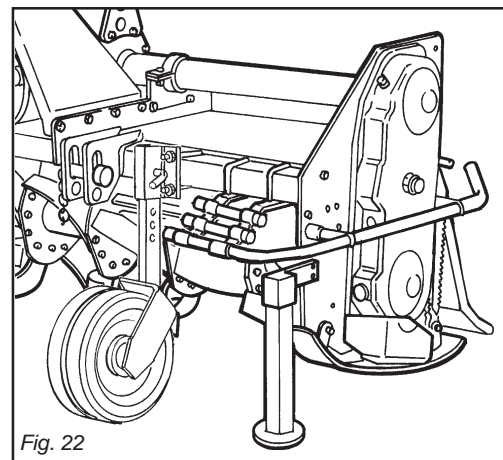

Fig. 22
**Macchine con ruote anteriori:** la regolazione si può effettuare anche con due ruote poste anteriormente alla macchina (Fig. 22).
**Machine with front wheels:** depth regulations can also be done with the two front wheels (Fig. 22).
**Maschine mit vorderen Laufrädern:** Die Einstellung kann auch mit zwei Rädern erhalten werden, die vor der Maschine angeordnet sind (Abb. 22). Diese Räder werden in der Regel auf der Spurweite der Schlepperräder angeordnet, damit sie keine eigene Furche entstehen lassen. Die Einstellung wird durch eine Reihe von Bohrungen möglich, die im beweglichen Teil des senkrechten Trägers vorhanden sind.
**Machines avec roues avant:** le réglage est aussi possible avec les deux roues placées à l'avant de la machine (Fig. 22). Elles doivent être placées sur la même voie que les roues du tracteur pour éviter le sillon.
**Máquinas con ruedas delanteras:** la regulación puede efectuarse también con dos ruedas situadas en la parte anterior de la máquina (Fig. 22).